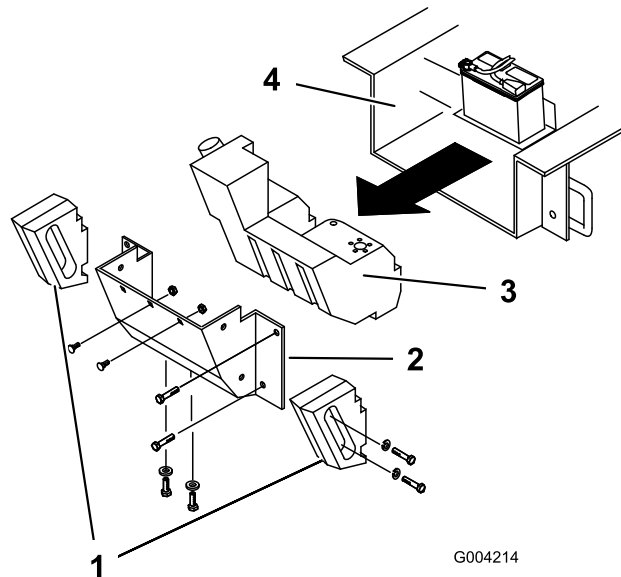

Figura 54
Con el tiempo, el chasis debajo del motor acumula suciedad y residuos que deben ser eliminados. Abra el capó e inspeccione frecuentemente la zona debajo del motor con una linterna. Cuando la acumulación de residuos llegue a 2,5–5 cm (1 - 2 pulg.) de grosor, complete el procedimiento siguiente (consulte Figura 54 para todo este procedimiento):
4. Retire los pernos, las arandelas y las arandelas de freno que fijan los dos contrapesos laterales, y retire los contrapesos (Figura 54).
7. Retire las seis tuercas y los pernos que fijan el panel trasero, y retire el panel (Figura 54).
10. Deslice el depósito de combustible hacia atrás (Figura 54).
16. Introduzca el depósito de combustible parcialmente en el chasis (Figura 54).
21. Vuelva a colocar el panel trasero y fíjelo con los seis pernos y las tuercas que retiró anteriormente (Figura 54).
23. Instale los contrapesos laterales con los pernos, las arandelas y las arandelas de freno que retiró anteriormente (Figura 54).